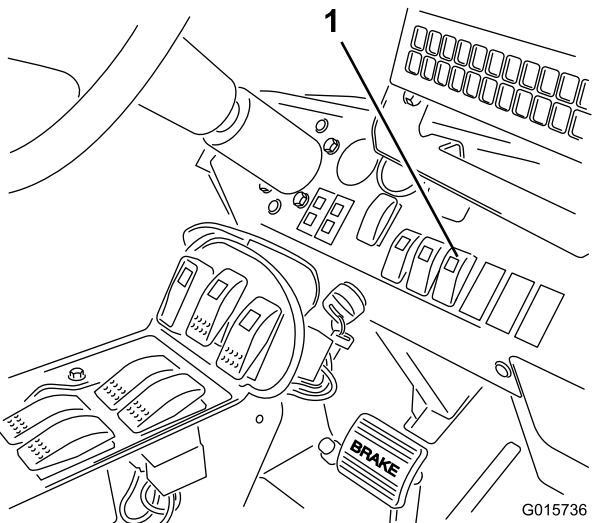

Figura 20
4. Pressione o interruptor da rampa Sonic ao tablier para a posição Auto (Figura 20).